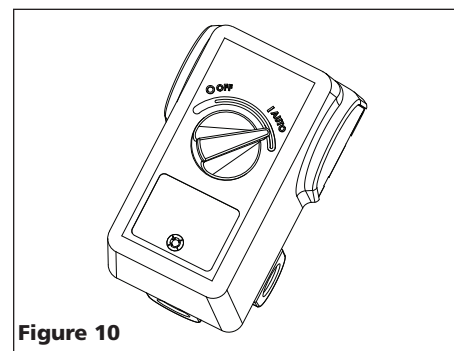

Figure 10
3. Tournez le levier ou le bouton du manostat à la position OFF (ARRÊT) et branchez le cordon d'alimentation (reportez-vous à la Figure 10).